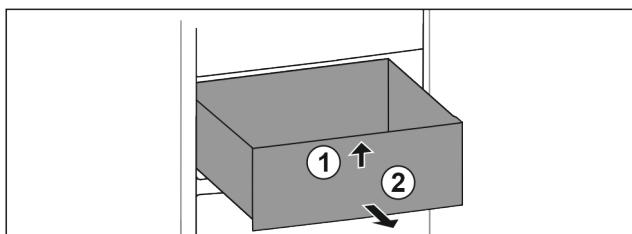

Fig. 89
- ▶ Nadzvedněte zásuvku vpředu. Fig. 89 (1)
- ▶ Vyjměte zásuvku dopředu. Fig. 89 (2)